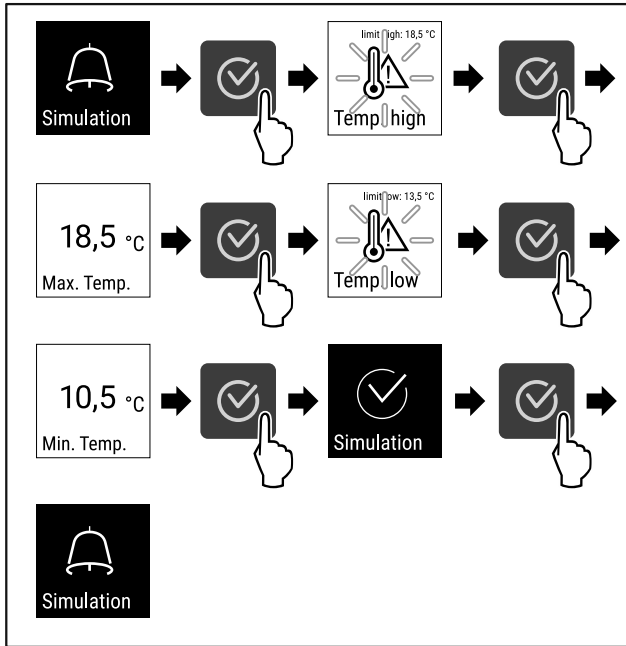

Fig. 109
- ▶ Изпълнете стъпките (виж Fig. 109).